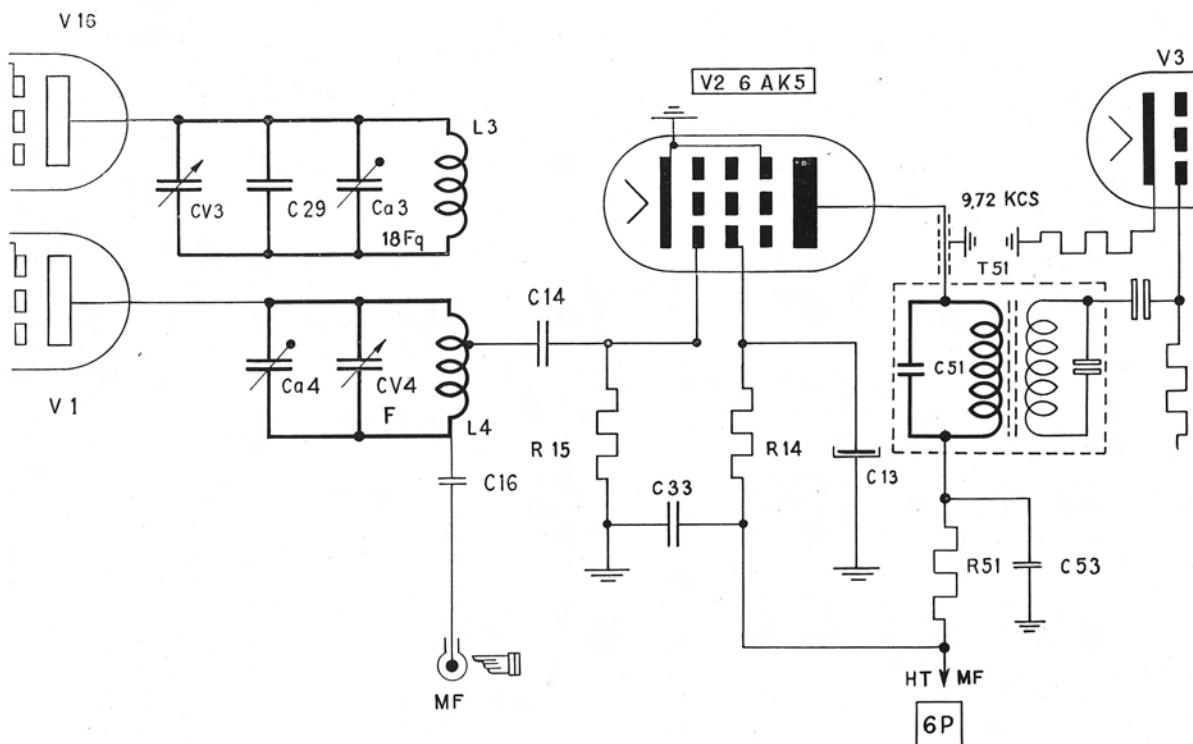

Fig. 5. — *Changeur de fréquence (Réception).*
b) **Changeur de fréquence** (fig. 5).